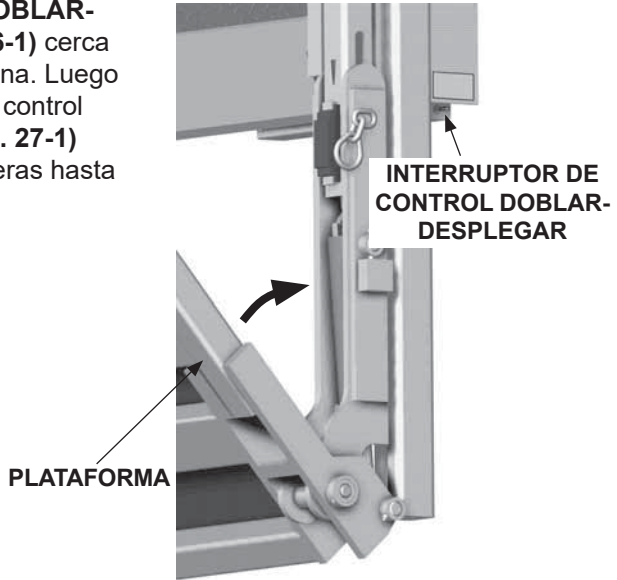

FIG. 26-1
3. Utilice el interruptor **DOBLAR-DESPLEGAR (FIG. 26-1)** cerca de la base de la columna. Luego utilice el interruptor de control **ARRIBA-ABAJO (FIG. 27-1)** para elevar las correderas hasta los topes.